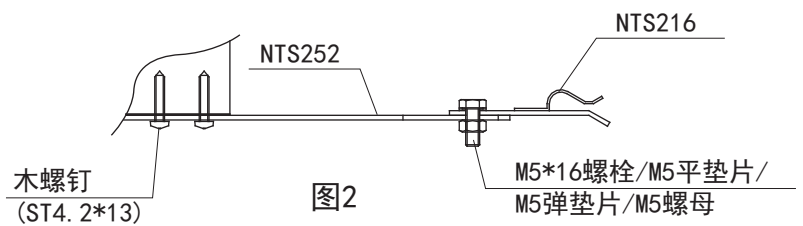

图2
③. 支撑金具的固定。
- b. 用M5*16螺栓/M5平垫片/M5弹垫片/M5螺母连接NTS252和NTS216，但不紧固 (图2)。
④. 裙边安装